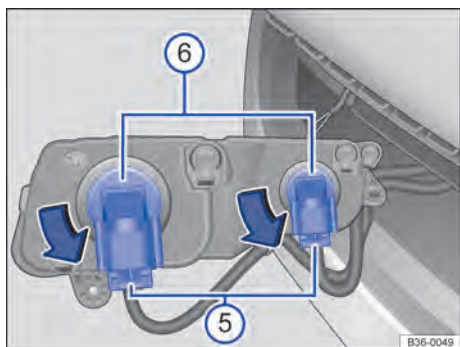

Fig. 254 Substituir a lâmpada incandescente no farol.
7. Destravar e retirar a tomada ⇒ Fig. 254 ⑤.
8. Girar a lâmpada incandescente ⑥ no sentido anti-horário até o batente e retirá-la.
12. Colocar a tomada ⑤ na lâmpada incandescente, até que ela se trave de maneira audível. ▶